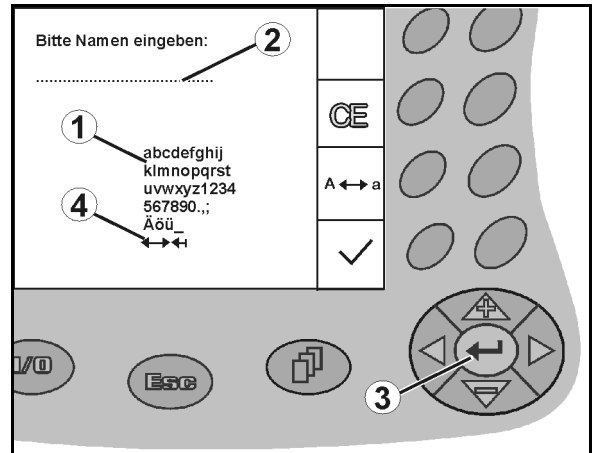

Fig. 13
AMATRON⁺ araç bilgisayarına metin veya rakam girilmesi gerekiyorsa giriş menüsü (Fig. 13) görüntülenir.
Ekranın alt bölümünde harfler, rakamlar ve oklar içeren bir seçim alanı (Fig. 13/1) görüntülenir. Bu seçim alanından giriş satırı (Fig. 13/2) oluşturulur (metin veya rakamlar).
Seçim alanında harf veya rakam seçimi (Fig. 13/3).
-  Seçimin kabul edilmesi (Fig. 13/3).
Seçim alanındaki (Fig. 13/4) oklar  ve  metin satırında ilerlemeye imkan verir.
Seçim alanındaki ok  (Fig. 13/4) son girişi siler.